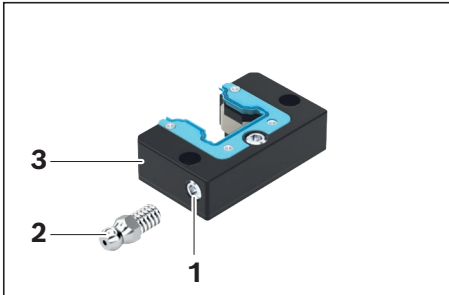
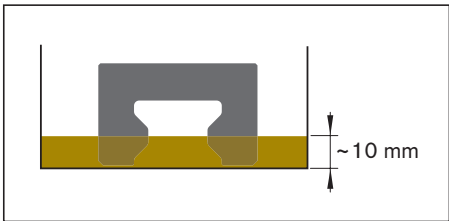

Figure 1
Figure 2
- ▶ Enlever la vis sans tête du trou de lubrification (figure 1, pos. 1) et la conserver.
- ▶ Visser le graisseur (2).
- ▶ Poser l'unité de lubrification rapportée (3) à plat, verser la quantité d'huile suivant le tableau 1, laisser reposer env. 36 heures.
- ▶ En cas de taille 20 basse : Placer les unités de lubrification rapportées dans de l'huile de 10 mm de profondeur pendant 36 heures (voir figure 2).
- ▶ L'appoint d'une unité de lubrification rapportée taille 20 basse via le raccordement de lubrification est impossible (voir Figure 2).